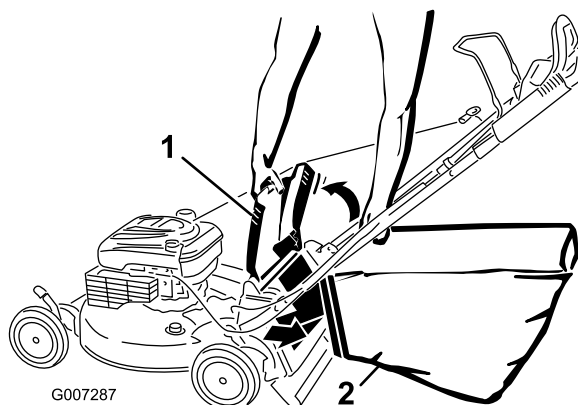

Bild 28
4. Hängen Sie die obere, vordere Kante des Fangkorbs an den Kerben ein (Bild 28).